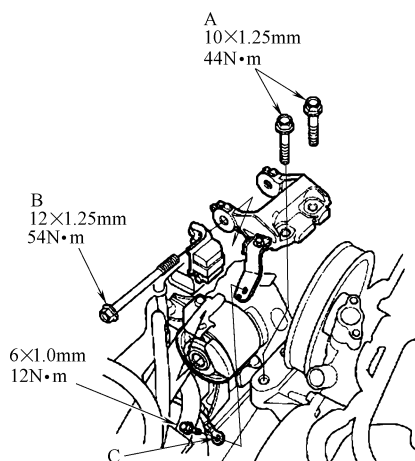

图23-45 安装发动机侧面安装支架，紧固螺栓并安装接地线
16) 安装发动机侧面安装支架的上半部分, 换装新的安装螺栓 A 并紧固, 然后再紧固阻尼器的安装螺栓 B (图 23-45)。
17) 安装接地线 C (图 23-45)。